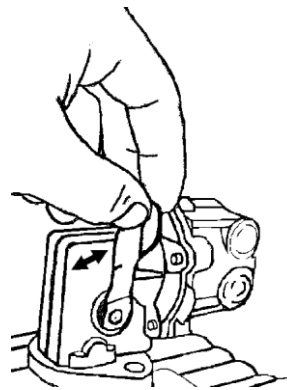

Fig. 5.3
(1) Comprobar que el grifo de salida de combustible está en posición abierto.
(2) Para motores equipados con inversores RONIM-V o SMI, accionar repetidamente (6 o 7 veces) la palanquita de la bomba mecánica de alimentación (fig 5.3). Si la válvula de la bomba manual está obturada, la purga puede resultar difícil. En tal caso, extraer el perno del orificio de ventilación y el extremo de entrada de la manguera del filtro y limpiar la válvula con aire a presión.